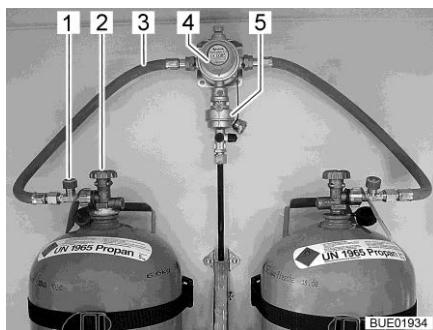
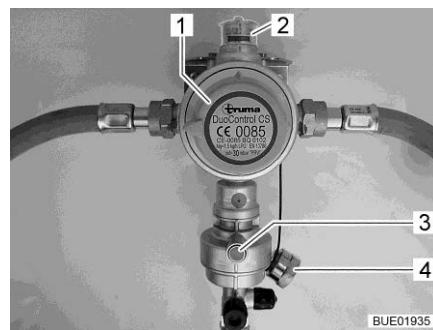
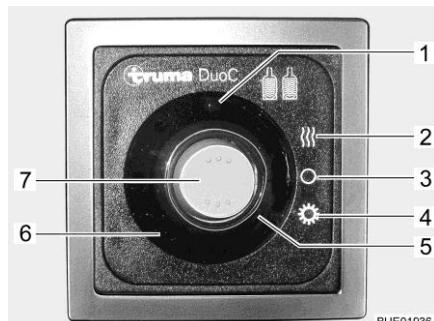

Fig. 115 Bombole del gas con DuoControl
Fig. 116 Impianto di regolazione DuoControl
Fig. 117 Centralina di controllo (DuoControl)
L'impianto di regolazione DuoControl consiste in una valvola di commutazione (Fig. 115,4) e un sensore crash (Fig. 115,5). L'impianto di regolazione DuoControl è installato tra i tubi flessibili del gas (Fig. 115,3) con un dispositivo antirottura del tubo flessibile (Fig. 115,1). Con la manopola (Fig. 116,1) sulla valvola di commutazione è possibile stabilire quale delle bombole del gas viene utilizzata come bombola in uso e quale come bombola di riserva.
Nella finestra di controllo (Fig. 116,2) viene visualizzato lo stato del rifornimento di gas:
Il funzionamento con una sola bombola del gas è consentito, ma in questi casi il collegamento aperto deve essere assolutamente chiuso con una copertura cieca (Fig. 116,4).
Il sensore crash blocca l'alimentazione del gas in caso di forti vibrazioni (es. incidente). Il sensore crash viene azionato mediante pressione del tasto reset verde (Fig. 116,3).
Il dispositivo antirottura del tubo flessibile (Fig. 115,1) blocca il flusso di gas quando il tubo flessibile collegato si rompe. Il dispositivo antirottura del tubo flessibile deve essere attivato premendo il tasto verde.
Tramite la centralina di controllo (Fig. 117) è possibile attivare e disattivare l'alimentazione del gas tramite l'impianto di regolazione DuoControl. Le valvole principali di arresto (Fig. 115,2) delle bombole del gas e i rubinetti di arresto del gas degli apparecchi devono essere aperti manualmente.
È possibile passare dal funzionamento estivo a quello invernale tramite l'interruttore a bilico (Fig. 117,7) della centralina di controllo.
Le due spie di controllo sulla centralina di controllo indicano il livello di riempimento della bombola in uso. Quando la spia di controllo verde (Fig. 117,6) è accesa, la bombola in uso è sufficientemente piena. Se è accesa la spia di controllo rossa (Fig. 117,5), la bombola in uso è vuota. Il rifornimento di gas avviene poi tramite la bombola di riserva.
- Con la manopola (Fig. 116,1) sulla valvola di commutazione selezionare la bombola del gas, da cui proviene la principale alimentazione del gas (bombola in uso). Girare la manopola fino all'arresto.
- Aprire le valvole principali di arresto (Fig. 115,2) delle bombole del gas.
- Premere il tasto verde del dispositivo antirottura del tubo flessibile (Fig. 115,1). Nella finestra di controllo (Fig. 116,2) viene visualizzato il simbolo verde.
- Sulla centralina di controllo (Fig. 117) attivare l'impianto di regolazione DuoControl. Posizionare l'interruttore a bilico (Fig. 117,7) su funzionamento invernale (Fig. 117,2) oppure su funzionamento estivo (Fig. 117,4). La spia di controllo gialla Eis-Ex (Fig. 117,1) si accende quando si seleziona il funzionamento invernale.
- Portare l'interruttore a bilico (Fig. 117,7) nella posizione OFF (Fig. 117,3). Le spie di controllo si spengono.
- Chiudere le valvole principali di arresto (Fig. 115,2) delle bombole del gas.
Se la spia di controllo verde (Fig. 117,6) si spegne durante il funzionamento e la spia di controllo rossa (Fig. 117,5) si accende, significa che la bombola in uso è vuota e deve essere sostituita. Nella finestra di controllo (Fig. 116,2) viene visualizzato il simbolo rosso. La bombola di riserva continua ad alimentare le utenze a gas.
- Ruotare di mezzo giro la manopola (Fig. 116,1) in direzione della bombola del gas utilizzata. In questo modo questa bombola del gas ora è la bombola in uso, mentre la bombola del gas vuota diventa la bombola di riserva. Il simbolo nella finestra di controllo (Fig. 116,2) passa da rosso a verde.
- Chiudere la valvola principale di arresto (Fig. 115,2) della bombola del gas vuota. Osservare la direzione della freccia.
- Premere il tasto verde del dispositivo antirottura del tubo flessibile (Fig. 115,1).